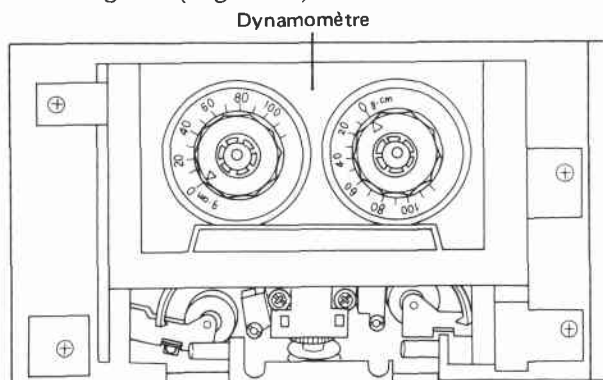

Fig. 11-6 Réglage du couple d'enroulement
5. Vérifier si le couple d'enroulement est égal à 10 g-cm . (Fig. 11-6).